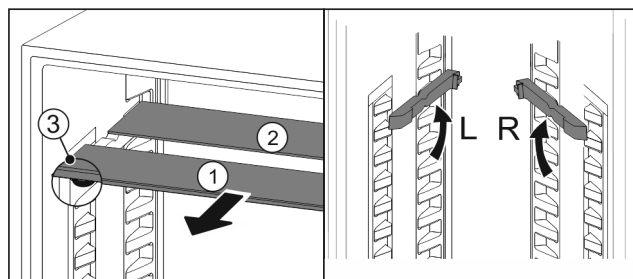

Fig. 104
- ▶ По одной извлеките Fig. 104 (1) стеклянные панели движением вперед.
- ▶ Стеклянная панель Fig. 104 (1) с декоративной планкой лежит спереди.
- ▶ Стопоры Fig. 104 (3) показывают вниз.